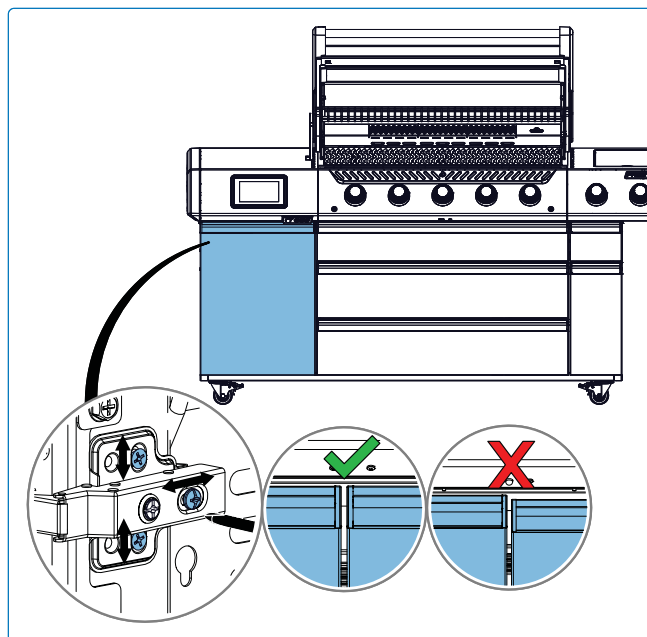

Fig. 18
4. Ajuste los tornillos de las bisagras para alinear las puertas del gabinete de modo que queden niveladas entre sí (**Fig.18**).